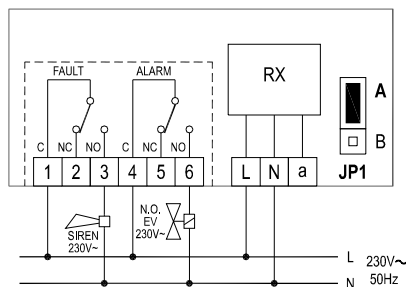

Fig. 8
- 7 Eseguire i collegamenti elettrici seguendo lo schema di collegamento di Fig. 8, 9, 10 o 11 ed il paragrafo "Collegamenti elettrici".